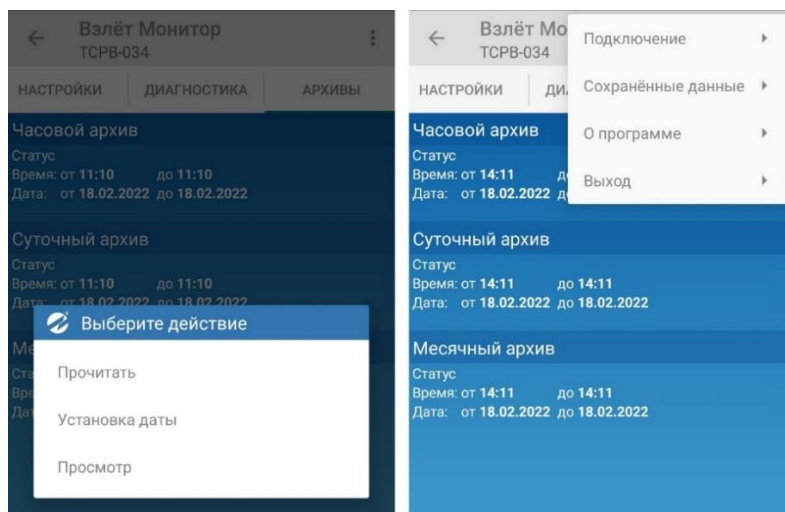

Рис.29. Вызов контекстного меню.
3.3.9. Для перехода в **Сохраненные данные** вызовите контекстного меню (путем длительного касания в области выбранного архива), либо коснитесь кнопки  в меню приложения в правом верхнем углу (рис.29).